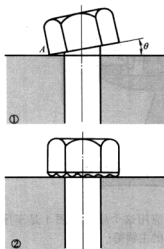

图 1 接触面的倾斜角和凹凸不平
请参考图 1。①的接触面是倾斜的。这样，螺栓的接触面和被紧固工件的接触面积小，只是接触面积的一部分受力。紧固时，接触面受力的仅仅是 A 的一部分。